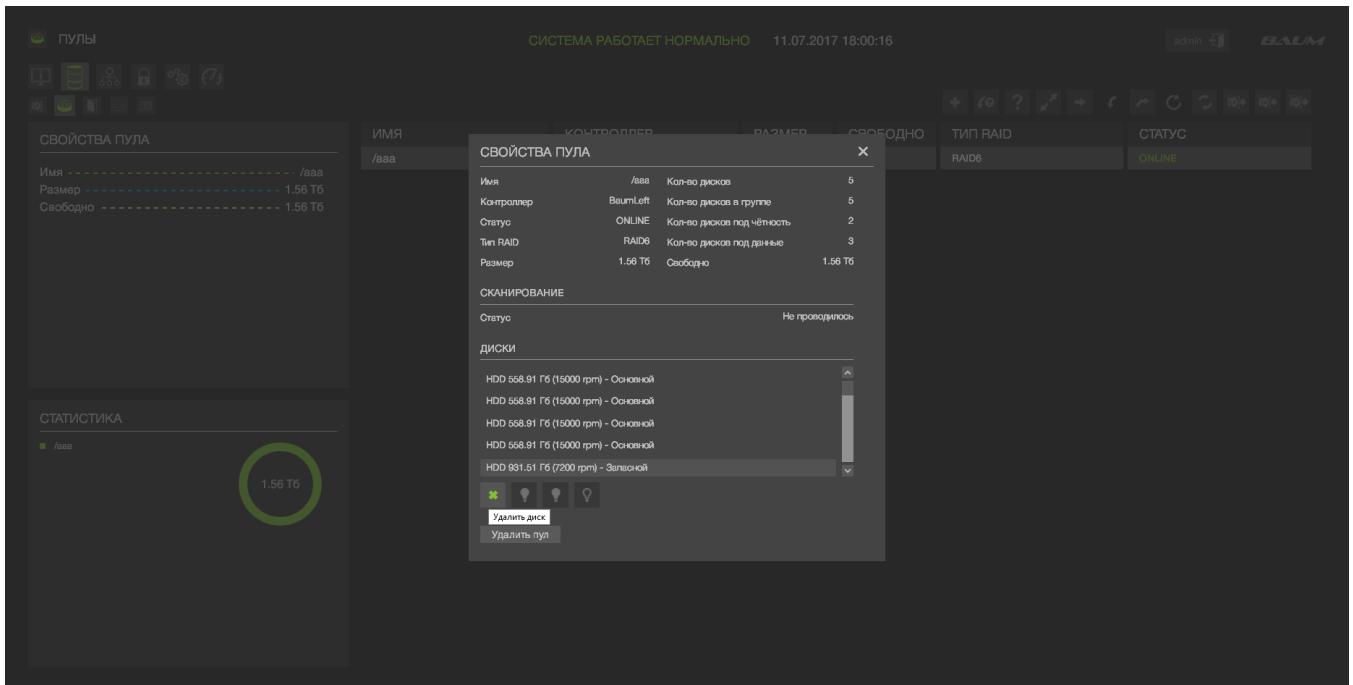

Рисунок 21 – Удаление из пула запасного диска
- 4) В окне «Диски» выбрать запасной диск для удаления (см. Рисунок 21).